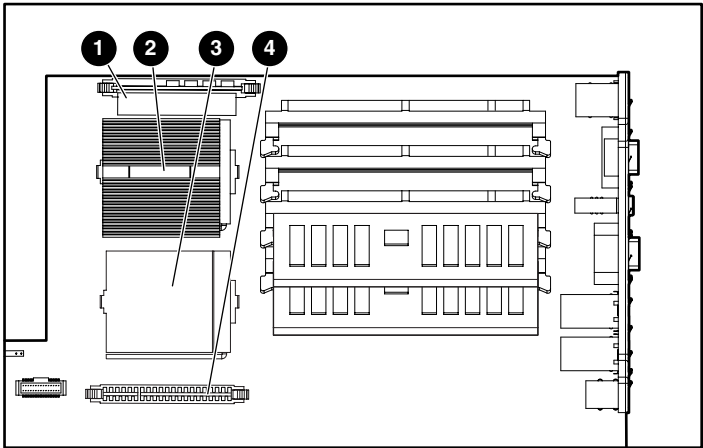

Figure 3-10. Emplacement des processeurs et des connecteurs
Pour retirer ou installer des processeurs, reportez-vous à l'étiquette fixée à l'intérieur du panneau d'accès, au kit d'option du processeur ou bien suivez les procédures ci-après. La figure 3-10 et le tableau 3-2 présentent les emplacements des connecteurs de processeur.
- a. Utilisez la figure 3-10 et le tableau 3-2 pour identifier le connecteur de PPM approprié.